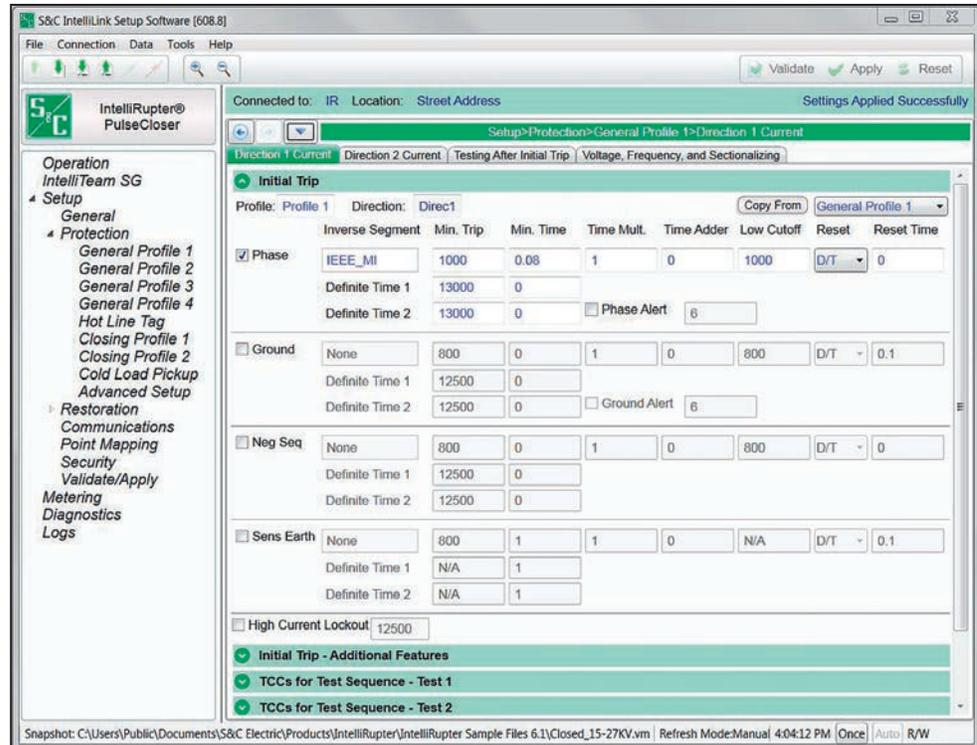

Figura 29. La pantalla *Setup>Protection>General Profile 1>Direction 1 Current>Initial Trip*.
- PASO 1.** Introduzca un nombre de perfil personalizado, de hasta 12 caracteres, para cada uno de los cuatro perfiles generales. Esta entrada se edita aquí [en la pantalla de *Setup>Protection>General Profile 1>Direction 1 Current>Initial Trip (Configuración>Protección>Perfil general 1>Corriente de Dirección 1>Disparo inicial)*] y se mostrará en cada pantalla y subpantalla del perfil. Esta etiqueta también se despliega en la pantalla principal del perfil general activo. Vea la Figura 29.